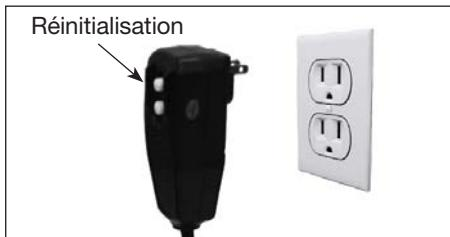

Figure 18 - Prise de terre/bouton de réinitialisation
6. Branchez le cordon d'alimentation dans une prise de courant de 120 volts mise à la terre qui est sur un circuit réservé. Enfoncez le bouton de réinitialisation sur l'adaptateur de fiche à disjoncteur de fuite à la terre. Vous devez faire cela chaque fois que l'appareil est branché dans une prise. (Figure 18)